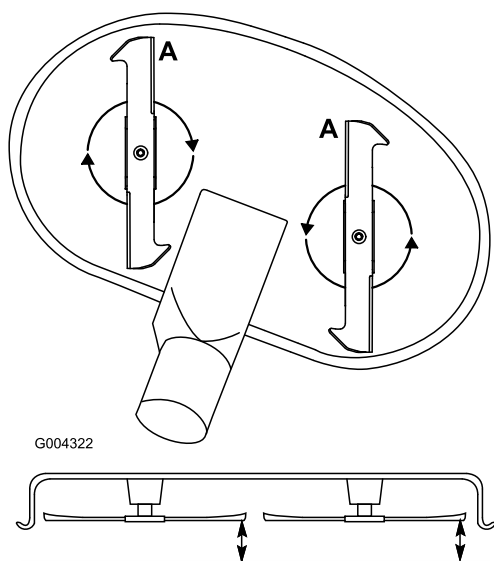

Figura 48
1. Gire las cuchillas hasta que los extremos estén orientados hacia adelante y hacia atrás (Figura 48). Mida desde una superficie nivelada hasta el filo de corte, posición **A**, de las cuchillas (Figura 48). Anote esta dimensión.